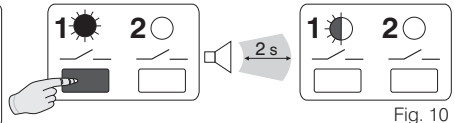

Fig. 10
- Mantener pulsada la **tecla**  hasta que se oiga una señal acústica; luego, soltar la tecla: el **LED 1** parpadea (fig. 10). El nuevo transmisor ha sido asignado al receptor.